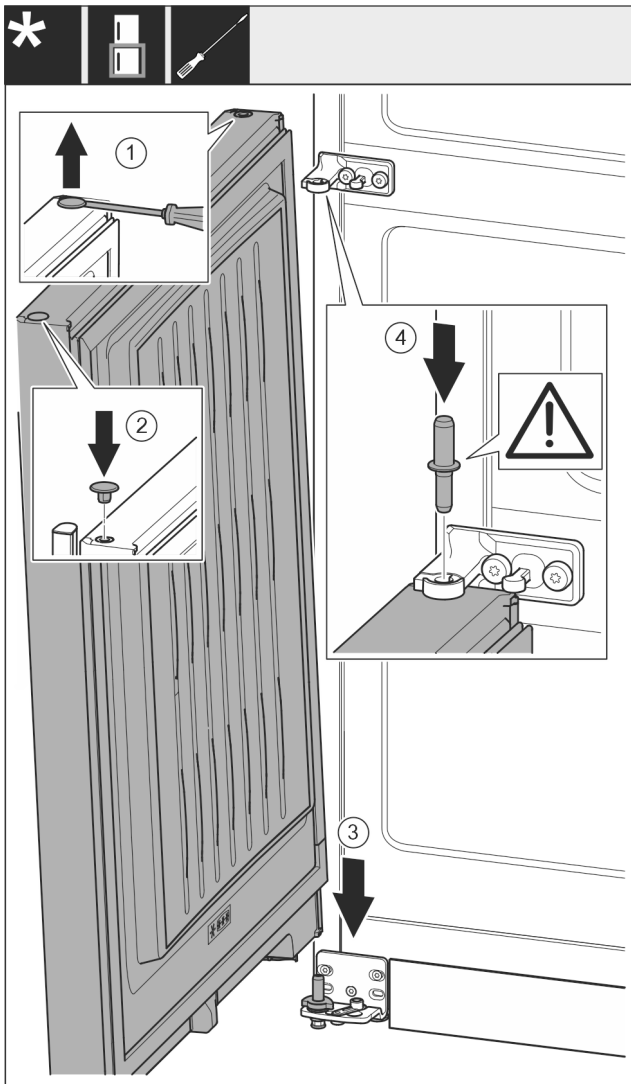

Fig. 56
- ▶ Óvatosan emelje meg a dugót Fig. 56 (1) lapos csavarhúzóval, és húzza ki.
- ▶ Tegye vissza a dugót Fig. 56 (2) az ajtó másik oldalára.
- ▶ Helyezze fel az ajtót Fig. 56 (3) felülről az alsó csapszegre.
- ▶ Helyezze a középső csapszeget Fig. 56 (4) a középső csapágýbakon keresztül az alsó ajtóba. Ügyeljen közben arra, hogy a reteszelő bütyök hátrafelé mutasson.